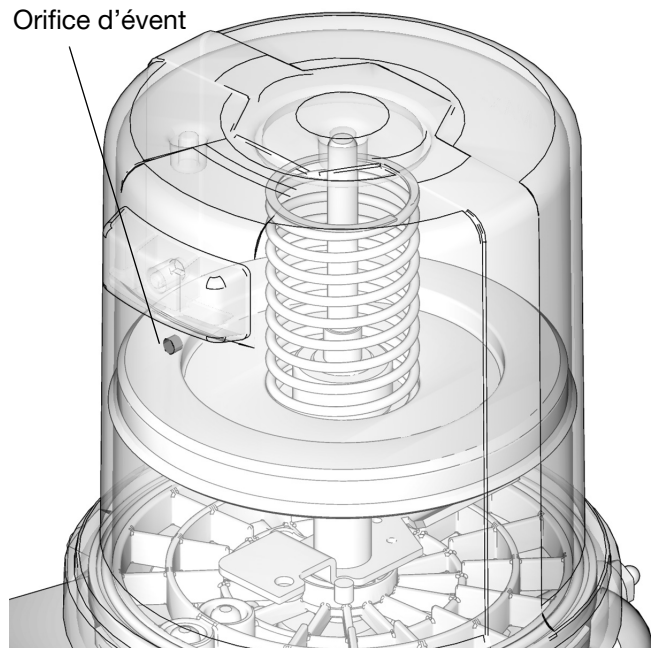

FIG. 16
**REMARQUE :** L'orifice d'évent situé à l'arrière du réservoir ne doit pas être utilisé comme un indicateur/orifice de trop-plein (FIG. 16).